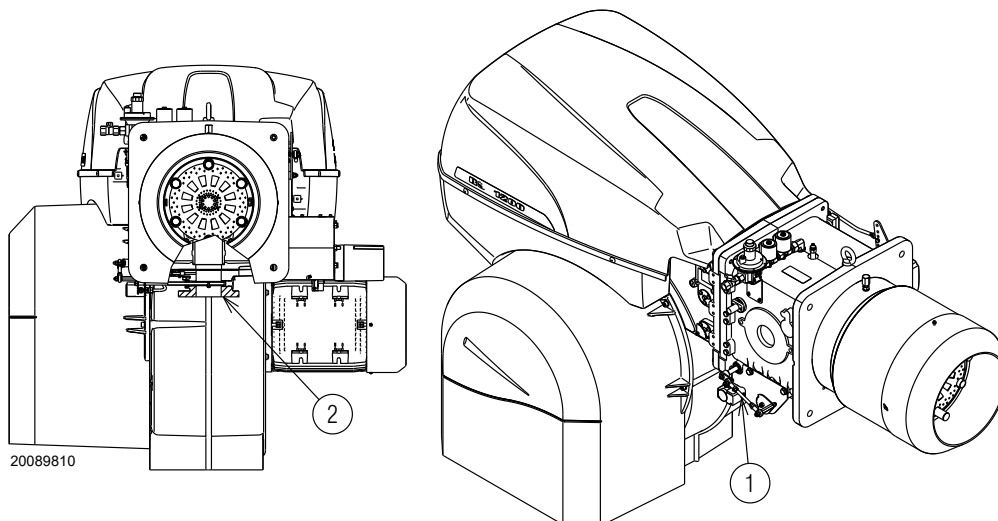

Fig. 21
Presión de gas en la toma 1)(Fig. 21 en la pag. 21), con:
Pérdida de carga válvula de mariposa del gas 2)(Fig. 21 en la pag. 21) con abertura máxima: 90°.
- restar a la presión del gas en la toma 1)(Fig. 21 en la pag. 21) la presión de la cámara de combustión.
Presión de gas en la toma 1)(Fig. 21) = 41,9 mbar
Para conocer la presión del gas necesaria en la toma 1)(Fig. 21), fijada la potencia máxima de modulación a la cual se desea que funcione el quemador:
- Leer a la derecha, columna 1, la presión en la toma 1)(Fig. 21).
presión necesaria para la toma 1)(Fig. 21).